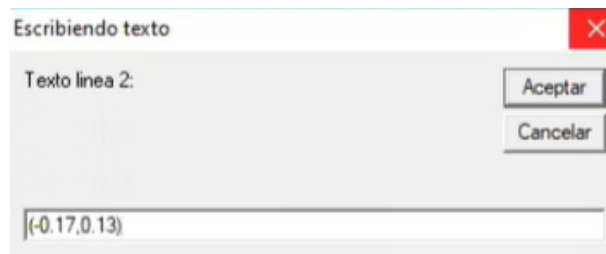

Figura 301. Coordenadas del vértice.
53. En la segunda ventana, introducir las coordenadas del vértice y presionar “Aceptar”. Figura 301.